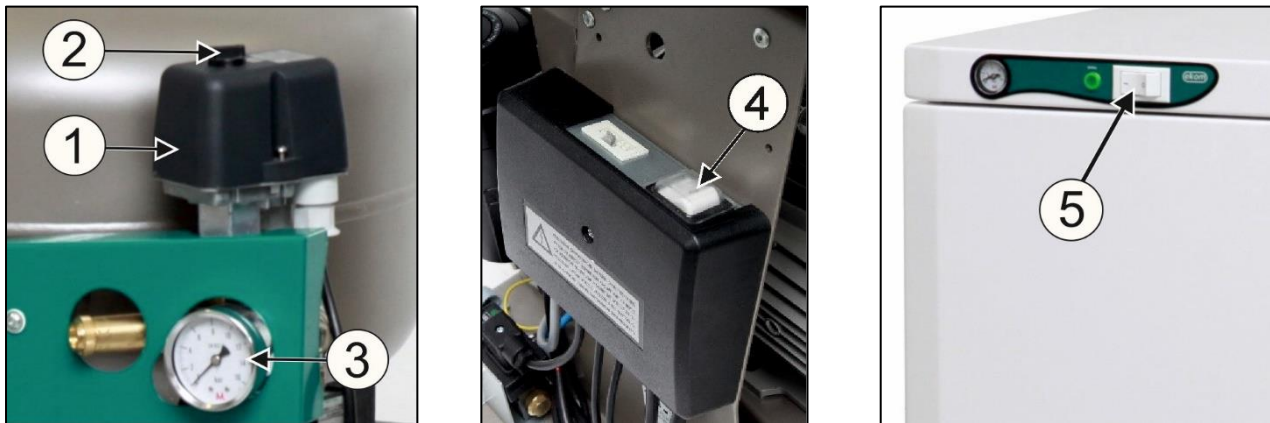

Fig. 13
- Verificați poziția disjunctivului pentru a vă asigura că este în poziția „I”. Rotiți disjunctivul (4) în poziția „I” dacă se află în poziția „0”. (Fig. 13)
- Pentru compresoarele montate în carcasă, rotiți comutatorul (5) de pe partea frontală a carcasei în poziția „I”; un indicator verde indică faptul că dispozitivul este în funcțiune. (Fig. 13)
(Fig. 13)